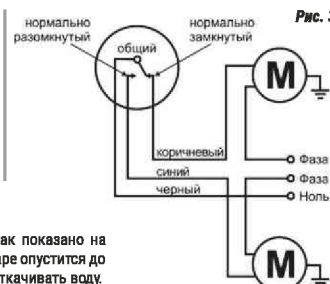

Рис. 3
3.4. Автозаполнение и Автоопорожнение (Рис. 3)